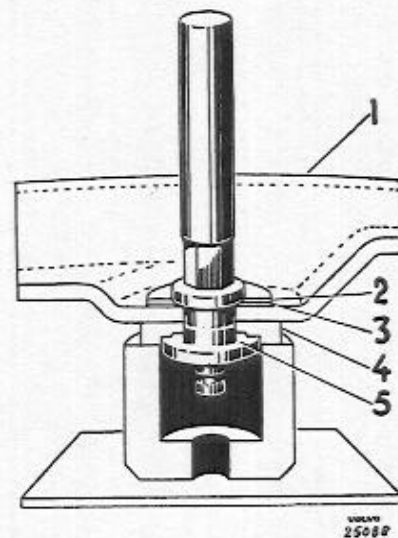

Abb. 22 Bolzen für Einstellnocken ausbauen (hintere Hinterradbremssbacke)
Der Bolzen (5, Abb. 22) für den Einstellnocken (4) ist im Bremsbackenhalter befestigt und kann durch Herausdrücken und Einpressen eines neuen Bolzens mit Spezial-Preßwerkzeug SVO 2119 ersetzt werden.
1. Bremsbackenhalter ausbauen. Unterleghülse für Preßwerkzeug unter eine Presse stellen, wie in Abb. 22 gezeigt, und Bolzen (5) mit Hilfe eines Dornes herausdrücken. (Hintere Hinterradbremssbacke.) Für die übrigen Backen sind Bolzen und Einstellnocken in einem Stück ausgeführt. Es muß dabei eine Unterleghülse angewandt werden, welche über den Nocken paßt.